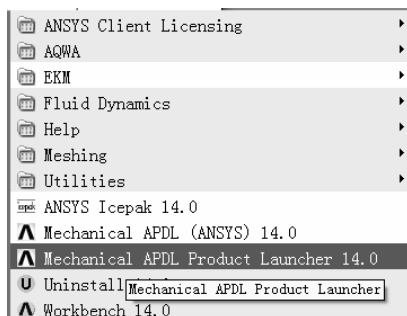
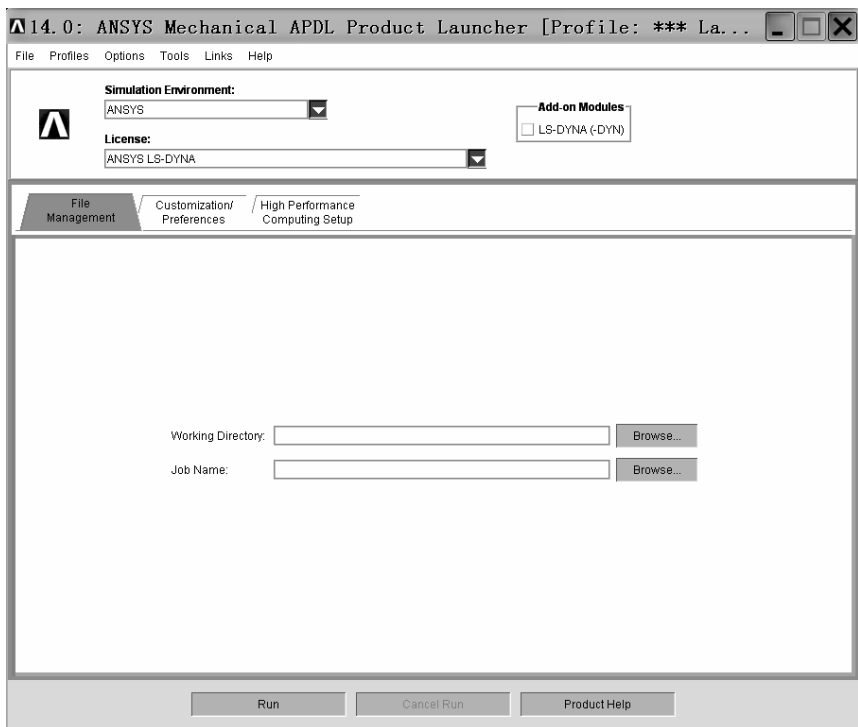

图 4-16 “Mechanical APDL Product Launcher 14.0” 图标
图 4-17 “14.0: ANSYS Mechanical APDL Product Launcher [Profile:***La...” 窗口
(1) 在 “开始” 菜单中指向 “ANSYS 14.0” 文件夹, 出现 “Mechanical APDL Product Launcher 14.0” 图标 (见图 4-16)。单击 “Mechanical APDL Product Launcher 14.0” 图标, 弹出 “14.0: ANSYS Mechanical APDL Product Launcher [Profile:***La...” 窗口 (见图 4-17)。